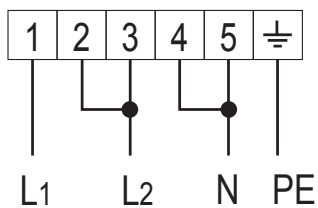

Abb. 9.2
- Phasen und Erdleiter gemäß Abb. 9.2, 9.3 an das Endstück “B” anschließen.